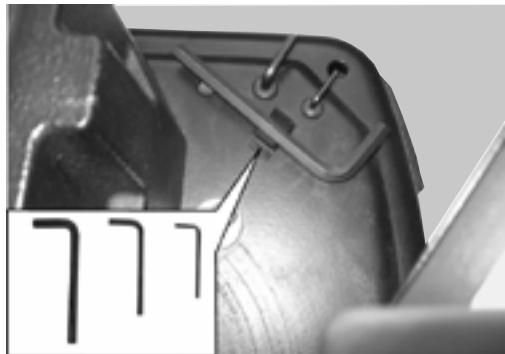
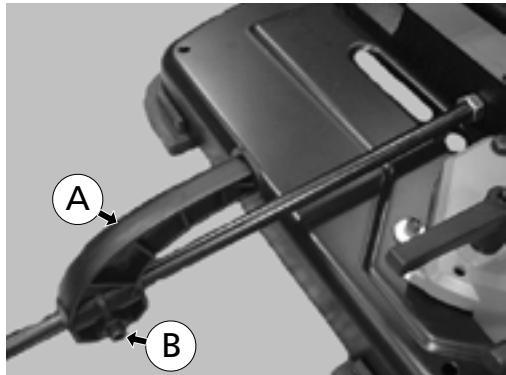

Fig. 26
Fig. 27
Hay disponible tres herramientas allen (Fig. 26) que permite guardar las llaves con las que realizar diferentes ajustes en la sierra de cinta.
La barra tope (A) permite fijar la longitud de corte, repitiendo cortes de la misma medida. Para desplazar la barra tope, aflojar el tornillo de cabeza hexagonal (B) (fig 27) con la llave allen correspondiente que se encuentra en la parte trasera de la base de la sierra de cinta (Fig. 26).
Elementos de Fig. 27